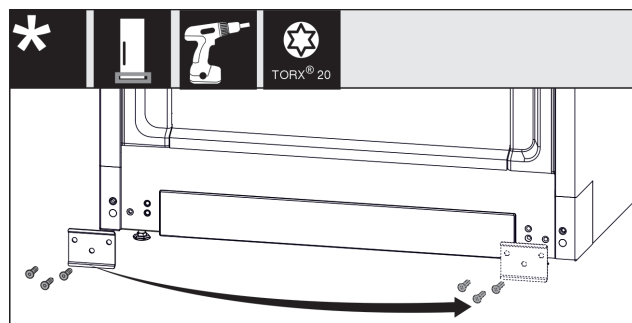

Fig. 16
- Odvijte ploščo Fig. 16 (1), jo prestavite na drugo stran in nato znova privijte.